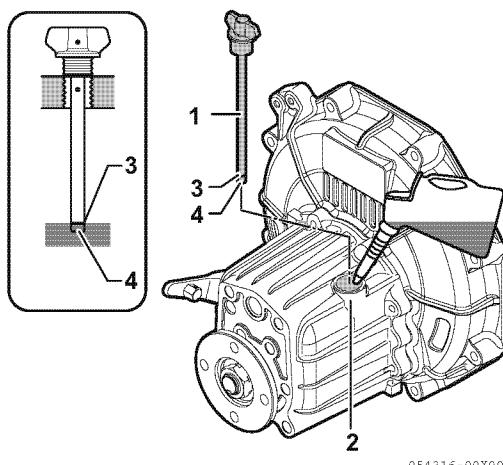

Figura 7
1. Asegúrese de que el motor está apagado. Asegúrese que el motor está tan nivelado como sea posible y limpie el área alrededor del puerto de llenado del inversor reductor marino (**Figura 7, (2)**).
3. Extraiga la varilla de nivel de aceite (**Figura 7, (1)**) y limpie con un paño limpio.
4. Vuelva a insertar la varilla de nivel de aceite sin enroscarla hacia adentro. Consulte la ilustración (**Figura 7**).
5. Extraiga la varilla de nivel de aceite. El nivel de aceite debe estar entre las líneas superior (**Figura 7, (3)**) e inferior (**Figura 7, (4)**) en la varilla de nivel de aceite.
3. Llene con aceite hasta el límite superior de la varilla de nivel (**Figura 7, (3)**). Consulte las Especificaciones del Aceite del Inversor Reductor Marino en la página 29.